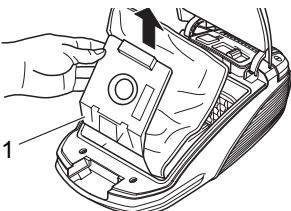

Abb. 18
- Ziehen Sie den Staubbeutelhalter (Abb. 18/1) nach oben heraus.
- Schieben Sie den Staubbeutelhalter (Abb. 18/1) wieder in die dafür vorgesehene Schiene ein.